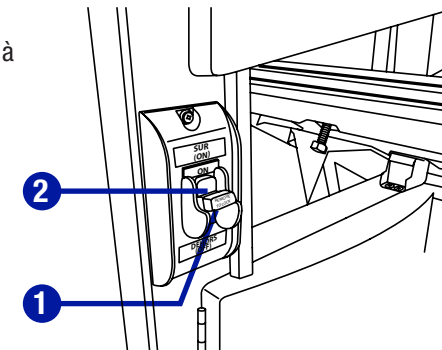

Fig. 21
**ASSEMBLAGE DE L'INTERRUPTEUR MARCHÉ / ARRÊT (« ON/OFF ») (Fig. 21)**
- Insérez la clef de contact (1) dans l'interrupteur (2) et déplacez l'interrupteur sur « ON » pour mettre la scie à ruban en marche.
- Déplacez l'interrupteur (2) sur « OFF » pour arrêter la scie à ruban.
- Pour bloquer la scie à ruban, déplacez l'interrupteur sur « OFF ». Retirez ensuite la clef de contact (1) de l'interrupteur. Rangez la clef de contact dans un lieu sûr et sécuritaire.